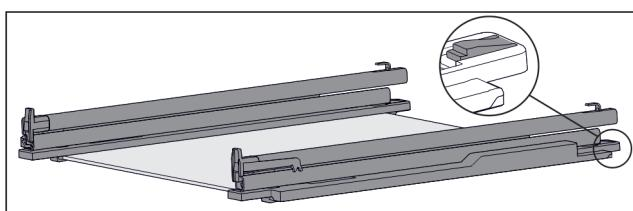

Fig. 120 Скляна пластина з рейками та деталями для підтримки
- Деталь для підтримки натиснути вниз (див. Fig. 120) і одночасно посунути рейку назад.